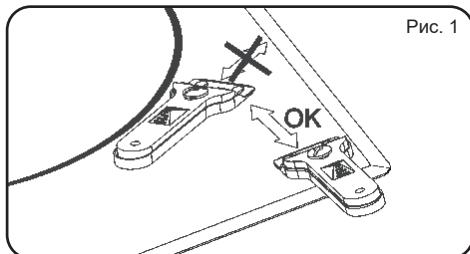

Рис. 1
**⚠** Если вы используете скребок неправильно, лезвие может сломаться. Если это произойдет, не пытайтесь извлечь деталь руками, осторожно используйте плоскогубцы или нож с тонким лезвием. (См. Рис. 1)